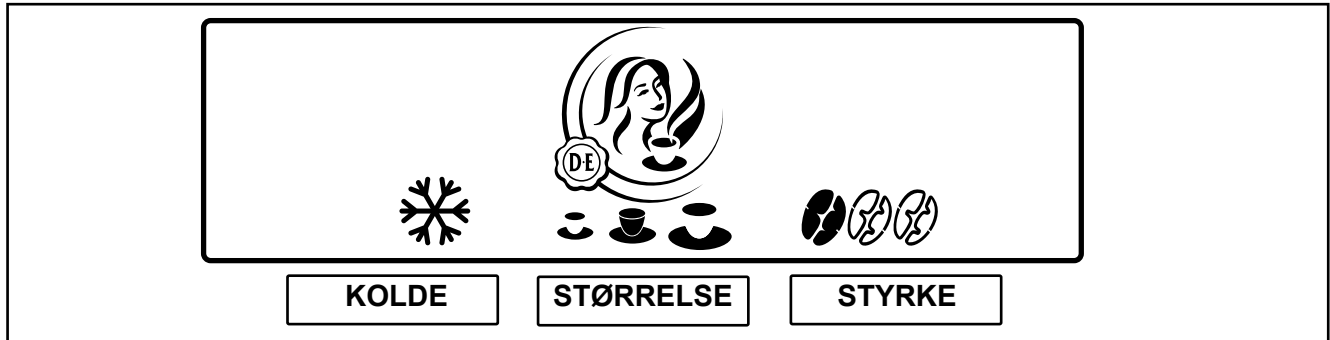

Fig. 15
Kaffemaskinen kan anvendes med forvalg. Serviceteknikeren har muligvis aktiveret disse forvalgsmuligheder under installationen. Når der trykkes på forvalgsknappen, vises følgende forvalgsmuligheder på displayet (fig. 15):
2. Tryk på forvalgsknappen «KOLDE» for at aktivere forvalget. Ikonet for is vises (fig. 15).
3. Tre kopikoner (lille - mellem - stor) vises (fig. 15).